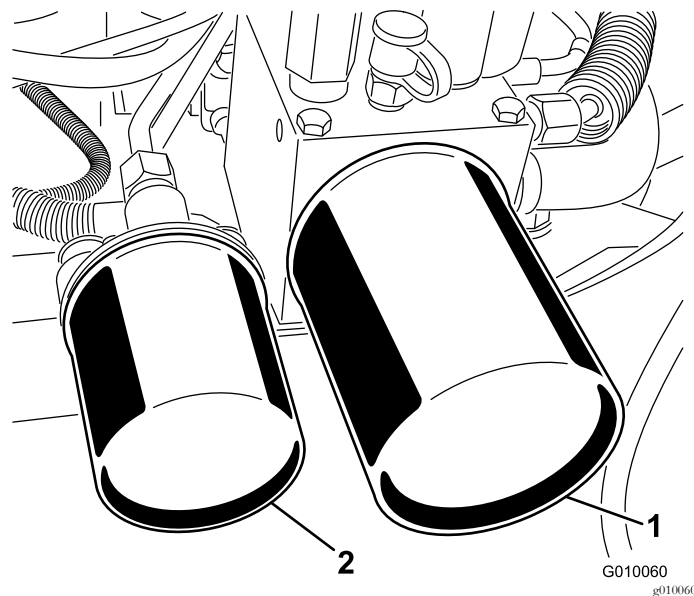

图59
2. 在滤芯下放一个放油盘拆下旧滤芯并将滤芯安装座垫片表面擦拭干净图59。